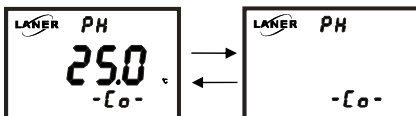

图 7-18
1、正常测量状态下按 TEMP 键 时进入温补设置状态，其显示状态如图 7-18 所示：